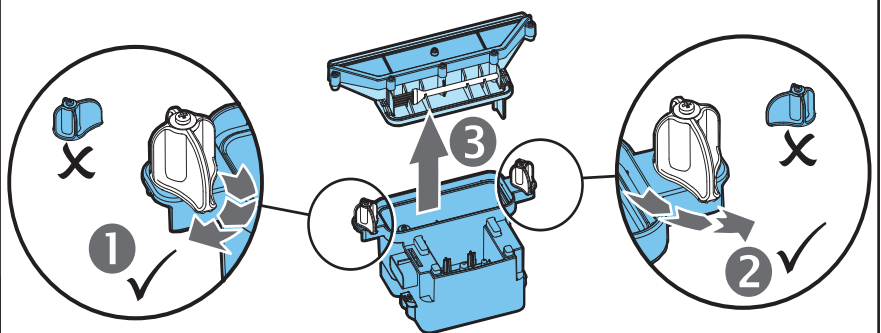

Fig. 11
7. Frigjør de øvre låsetappene ved å vri dem 90°, deretter løfter du av bunnlokket. (Se fig. 11)